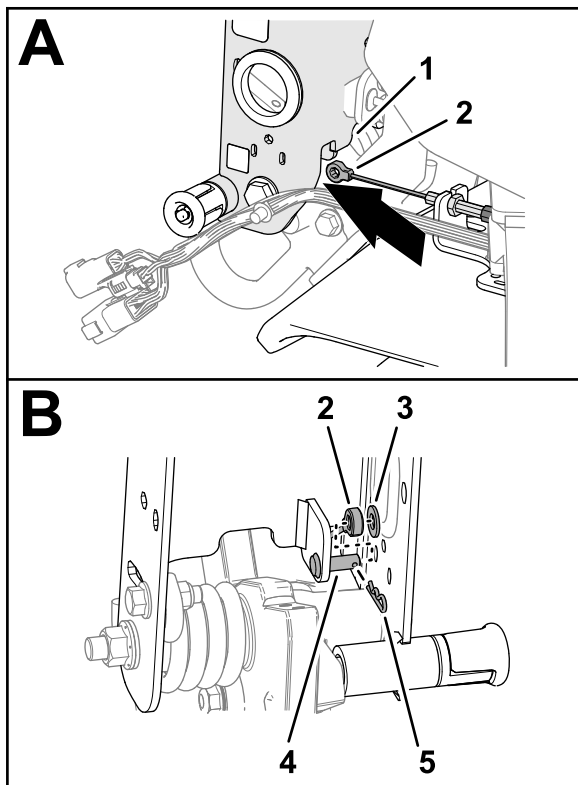

Figure 7
1. Faites passer la fixation du câble de frein sous le profilé du timon (**Figure 7**).